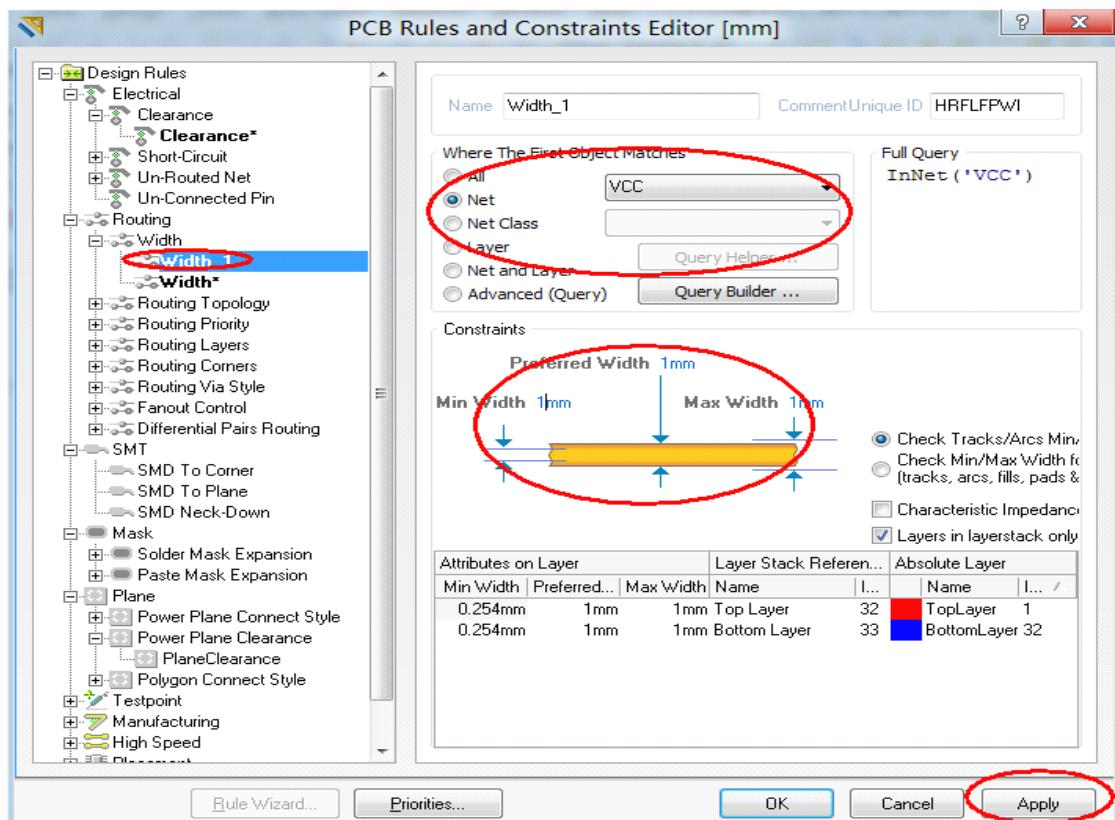

图 6-6.74 电源线宽设定
**Step4:** 电源线宽设置, 在 with 上单击鼠标右键, 在弹出的对话框中选择 New Rule, 在新建的 With\_1 中进行设置, 如图 6-6.74 所示。